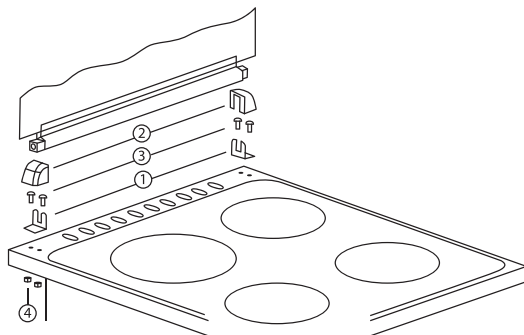

Рис. 5 Установка стеклянной крышки стола
- Установите на место крышку стола согласно Табл. 1 и Рис. 5.